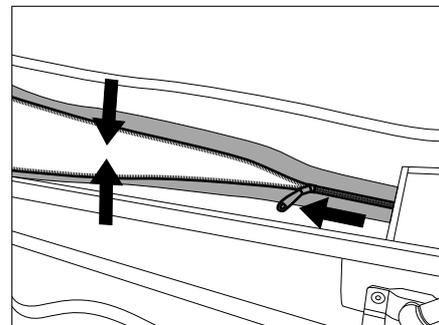

Bild 50 Reißverschluss entlasten
- ▷ Beim Schließen des Reißverschlusses Aufstelldach nach unten ziehen, damit der Reißverschluss nicht unter Spannung steht (Bild 50).